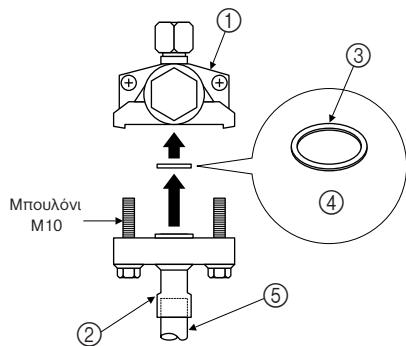

Fig. 5-2
(3) Ακολουθήστε την παρακάτω διαδικασία για να συνδέσετε το σωλήνα της πλευράς αερίου. (Fig. 5-2)